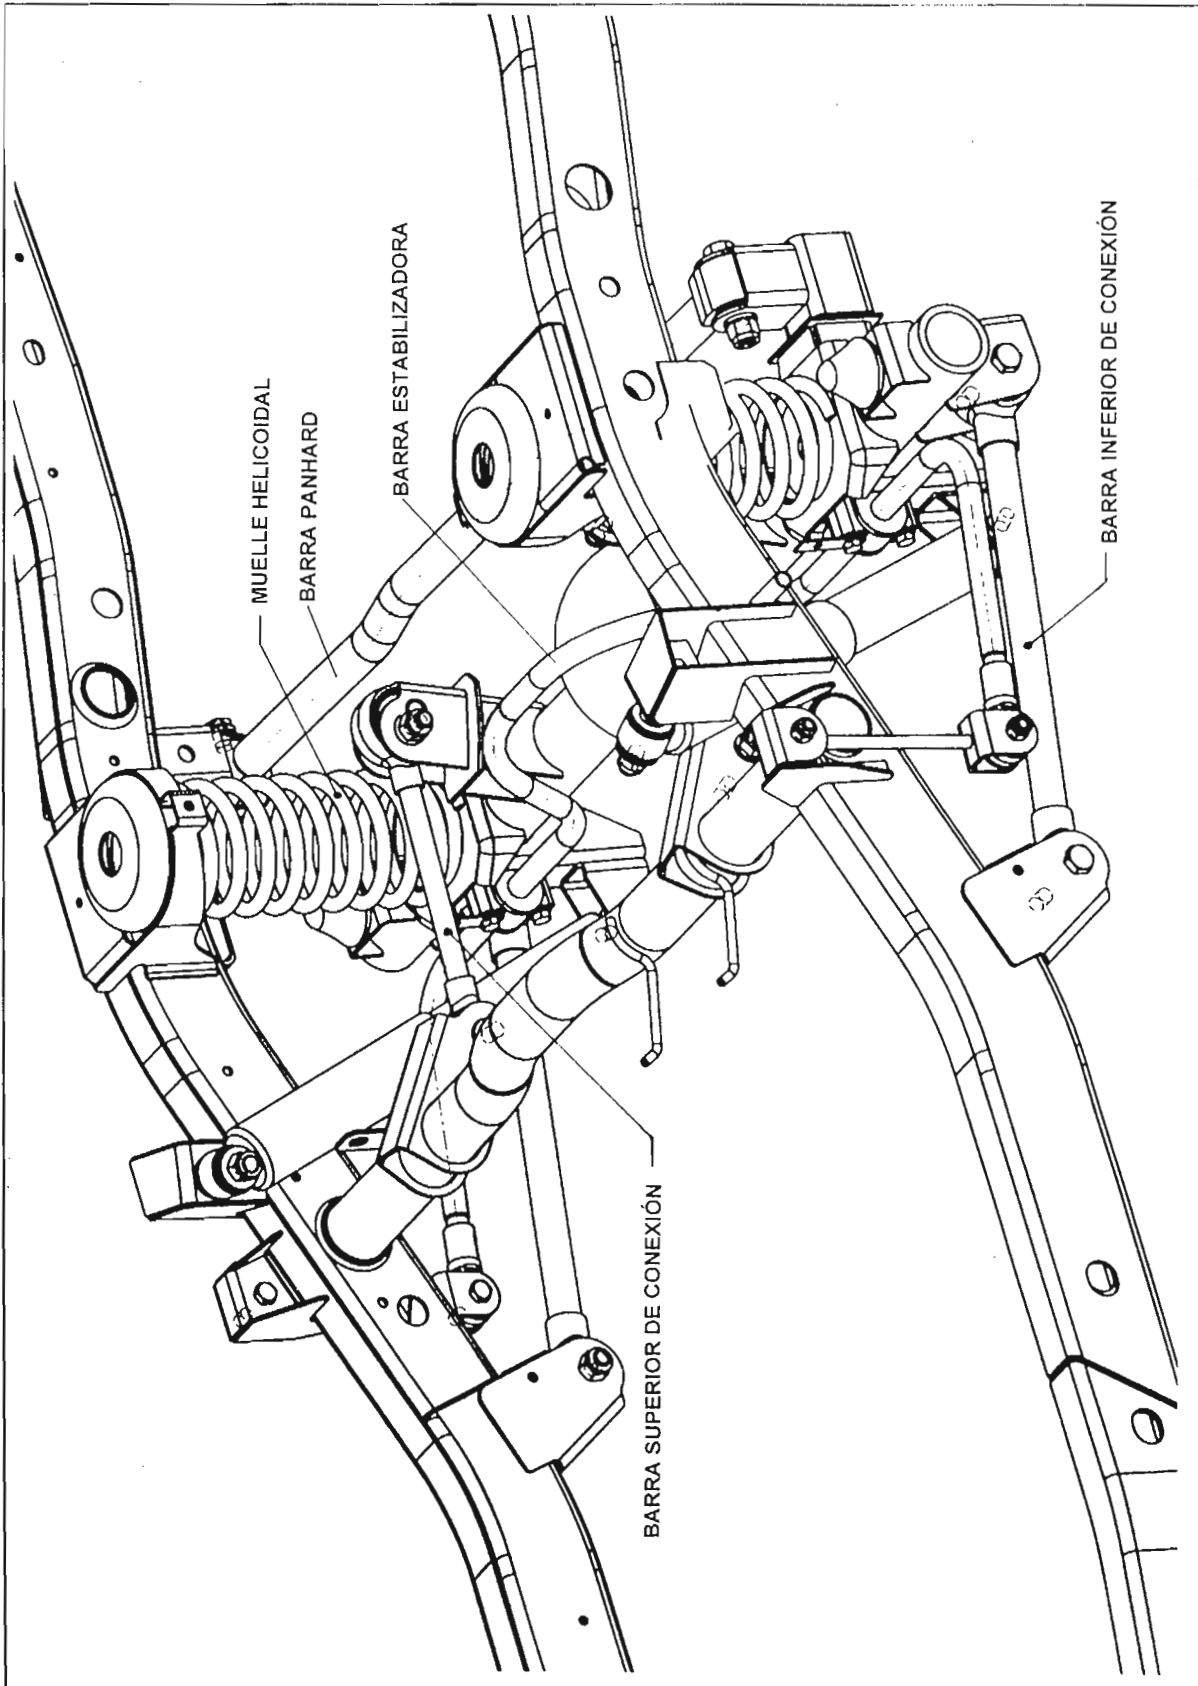

Fig.29 – Suspensión trasera de 5 barras de conexión
1. DETALLES DE CONSTRUCCIÓN (FIG.29)
4D. DESMONTAJE DE LA BARRA SUPERIOR DE CONEXIÓN (Fig. 29)
4E. DESMONTAJE DEL MUELLE HELICOIDAL TRASERO (Fig.29)
4F. DESMONTAJE DE LA BARRA INFERIOR DE CONEXIÓN (Fig.29)